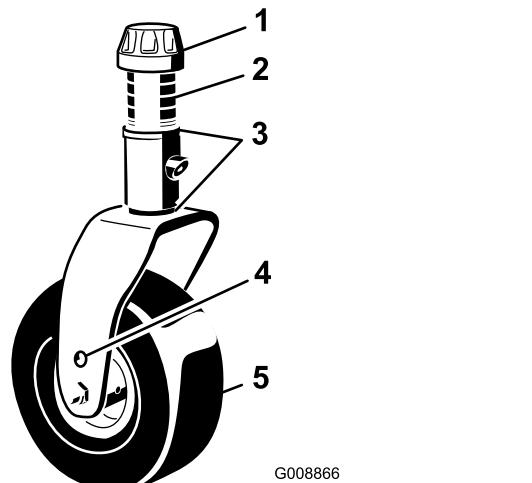

Figura 5
2. Posizionate gli assali delle ruote orientabili negli stessi fori su entrambe le forcelle. Fate riferimento a Figura 5 per determinare i fori adeguati all'impostazione voluta.
3. Togliete il cappuccio di tensione dall'asse del perno (Figura 5) ed estraete il perno dal braccio della ruota orientabile. Posizionate i 2 spessori (3 mm) sull'asse del perno nel modo in cui erano stati originariamente montati. Questi spessori servono per ottenere un livellamento sull'intera larghezza degli apparati di taglio. Fate scorrere il numero opportuno di distanziali da 13 mm sull'asse del perno per ottenere l'altezza di taglio desiderata, poi fate scorrere la rondella sull'albero.